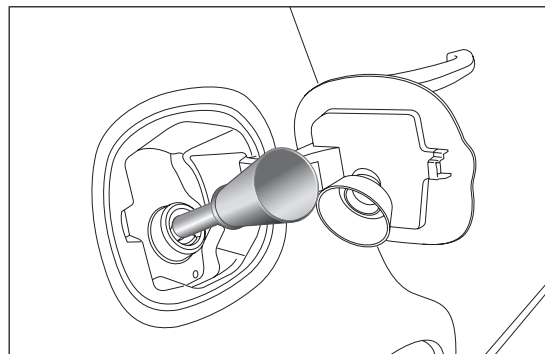

fig. 120
- introduire l'adaptateur dans le goulot, comme indiqué en fig. 120 et procéder au ravitaillement ;